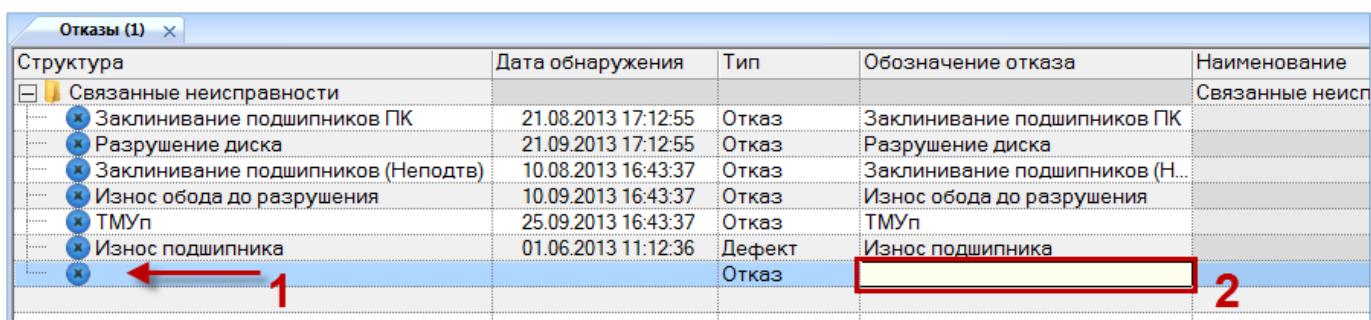

Рис. 26-2 – Ввод характеристик неисправности
- 6) Выбранная папка раскроется и в ней появится новая неисправность (1 на рис. 26-2).
- 7) Ввести «Обозначение» неисправности (2 на рис. 26-2). Новая неисправность будет создана.